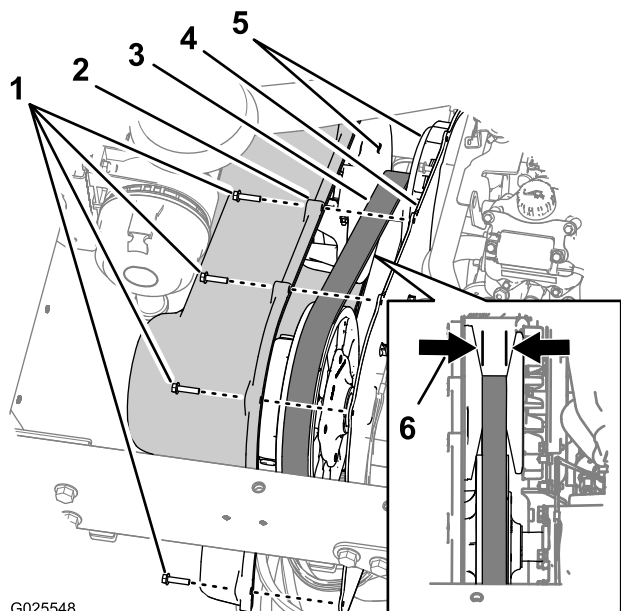

Bild 73
- Entfernen Sie die neun Kopfschrauben (1/4" x 1"), mit denen die Getriebeabdeckung an der Befestigungsplatte des Getriebes befestigt ist (Bild 73).
- Schieben Sie die Abdeckung nach vorne, bis der Treibriemen sichtbar ist (Bild 73).
- Prüfen Sie die abgeschrägten Vorderseiten der Hauptkupplung auf Zeichen von Beschädigung (Bild 73).
- Prüfen Sie den Treibriemen auf fehlende oder beschädigte Zähne (Bild 73).
- Messen Sie die Breite des Riemen und notieren Sie den Wert (Bild 73).
Hinweis: Wenn die Breite des Treibriemens 29,5 mm oder weniger ist, tauschen Sie ihn aus (Bild 73).
- Fluchten Sie die Löcher in der Getriebeabdeckung mit den Löchern in der Befestigungsplatte aus (Bild 73).
- Befestigen Sie die Abdeckung mit den neun in Schritt 1 entfernten Kopfschrauben (1/4" x 1") an der Befestigungsplatte (Bild 73) und ziehen Sie die Schrauben bis auf 10,2 - 12,4 Nm an.